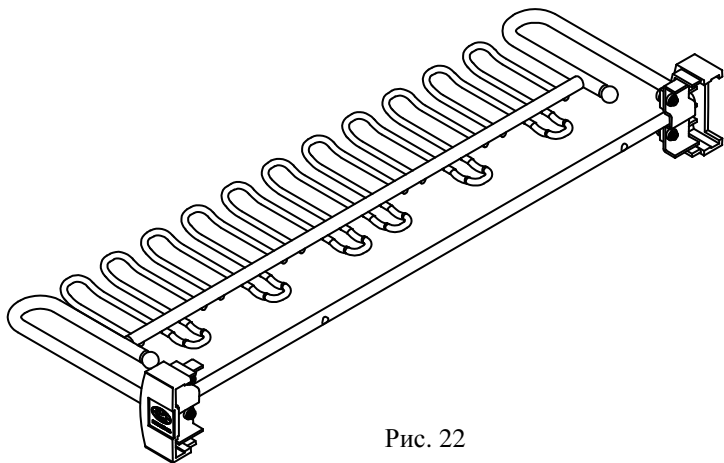

Рис. 22
3. Настроить раму вешалки согласно Рис. 22,
4. Вмонтировать заклепку в квадратном гнезде переднего оснащения, а потом завинтить оснащения согласно Рис. 22. Недокручивая болты, закрепить оснащения, оставляя возможность просторного их передвижения.